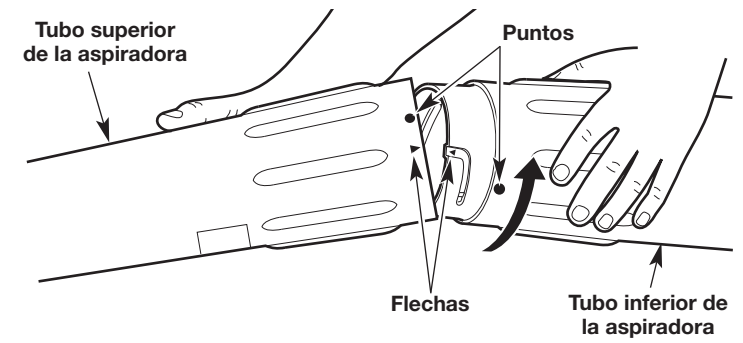

Fig. 7
2. Debe alinear la flecha del tubo inferior con la flecha del tubo superior de la aspiradora (Fig. 7).
3. Inserte el tubo inferior en el tubo superior de la aspiradora (Fig. 7).
4. Con ambas manos, gire el tubo inferior de la aspiradora hacia la derecha hasta que calce en su lugar (Fig. 7).
NOTA: Cuando está bien armado, el punto del tubo inferior queda alineado con el punto del tubo superior de la aspiradora (Fig. 7).